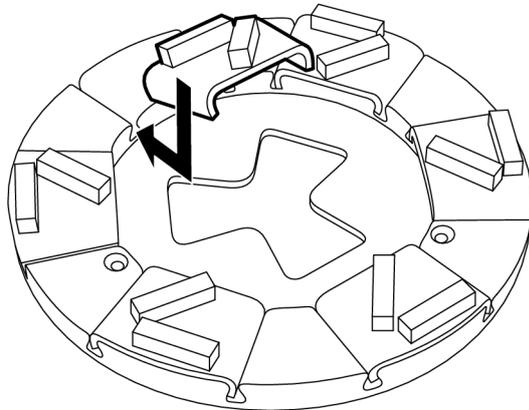

Figure 4-12. Mise en place de l'outil de ponçage
1. Insérez l'outil de ponçage par le haut, légèrement de travers, dans la rainure de guidage du support, voir Figure 4-12, page 23. Introduisez ensuite l'outil complètement dans la rainure de guidage.
2. Insérez le nouvel outil de ponçage par le haut, légèrement de travers, dans la rainure de guidage du support, voir Figure 4-12, page 23. Introduisez ensuite l'outil complètement dans la rainure de guidage.